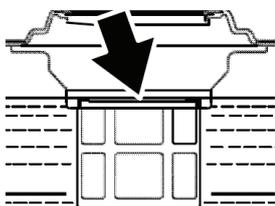

Figure 5: Niveau de remplissage maximum
6. Ajoutez lentement l'essence dans le réservoir sans trop le remplir. Le niveau d'essence ne devrait PAS être plus élevé que l'anneau rouge (voir la figure 5)